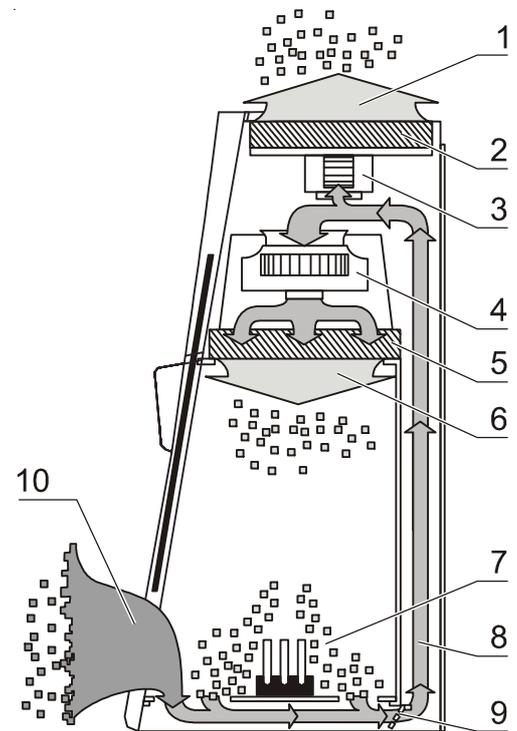

Fig. 4
**Fig. 4:** Il sistema filtri è composto da due filtri HEPA [2] e [5] per l'aria ricircolata e l'aria di scarico dell'apparecchio e un filtro grosso come protezione di aspirazione.